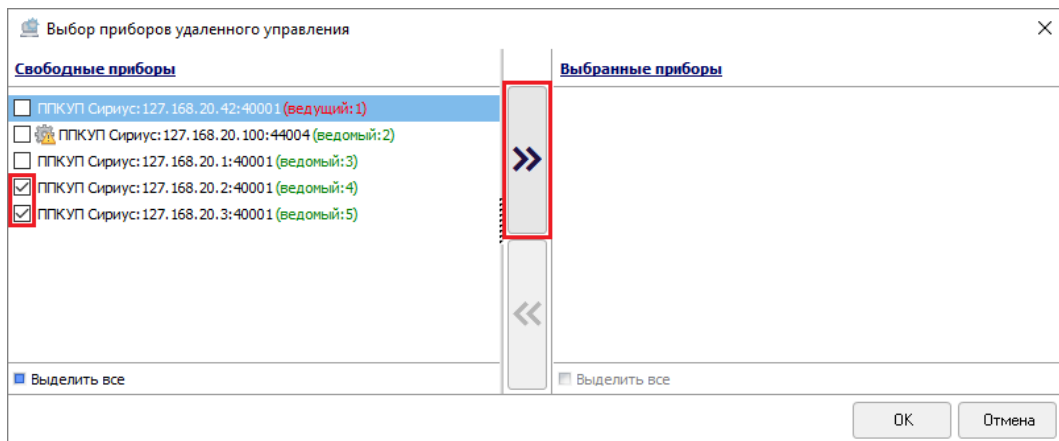

Рисунок 6-265 Выбор ППКУП "Сириус" для добавления межпанельной связи кнопкой переноса
- установите флаги в чекбоксах слева от соответствующих ППКУП «Сириус» в области «Свободные приборы» (чтобы установить/снять флаги для всех ППКУП «Сириус» установите/снимите флаг в чекбоксе «Выделить все» в нижней части области «Свободные приборы») и нажмите кнопку переноса  (см. Рисунок 6-265);